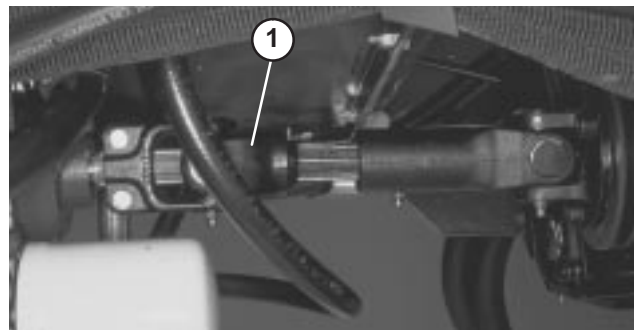

Figure 33
1. Desserrez et retirez les vis de fixation de l'arbre de transmission au coupleur d'entraînement du moteur. Desserrez les vis qui fixent l'arbre de transmission à la transmission (Fig. 33). Déposez l'arbre de transmission.
5. Après avoir remorqué la machine, reposez l'arbre de transmission comme indiqué à la Figure 33. Les cannelures sont conçues pour ne permettre l'assemblage que lorsque les deux moitiés de l'arbre sont correctement orientées.